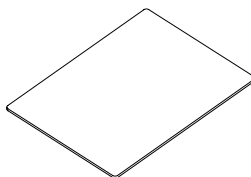

Figura 26
- L'utente non deve intervenire sul vetro di protezione del filamento. Questo componente è fondamentale per il funzionamento sicuro del prodotto e tutti gli interventi necessari devono essere eseguiti esclusivamente da un servizio di assistenza autorizzato. (Figura 26).